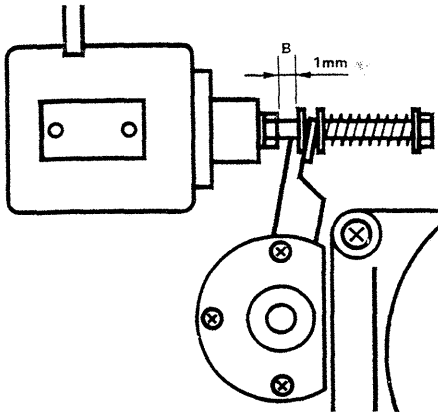

Fig. 4.3.-2
- Andruckkraft kontrollieren und wenn nötig mit Schraube C justieren. (Fig. 4.3.-2).